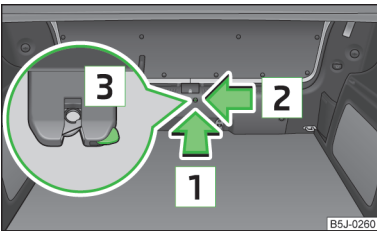

Fig. 19
- Introducir un destornillador o una herramienta similar hasta el tope en la abertura en el revestimiento en dirección de la flecha **1** » fig. 19.